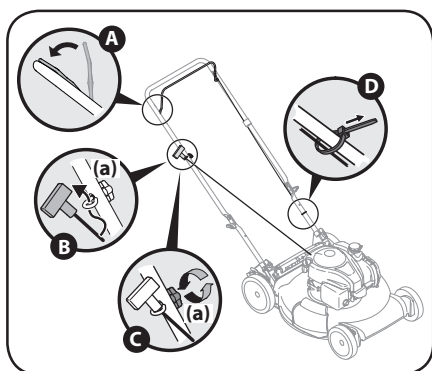

Figure 2-6
6. Le guide-câble est fixé sur le côté droit de la partie supérieure du guidon. Desserrez l'écrou papillon (a) qui fixe le guide-câble au guidon. See Figure 2-6.